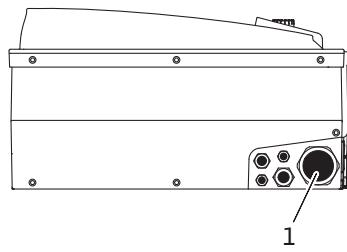

Fig. 23: Kabelforskruning M25/M40
- Nettitilslutningsledningen skal føres gennem kabelforskruning M25/M40 (fig. 23, pos. 1)